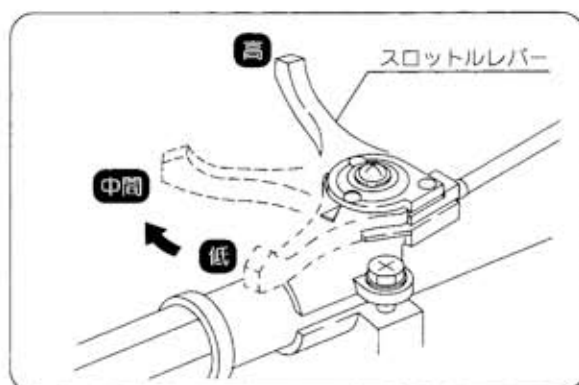

図25
- ④ スロットルレバーを【高】位置の方に少し開きます。(図25)